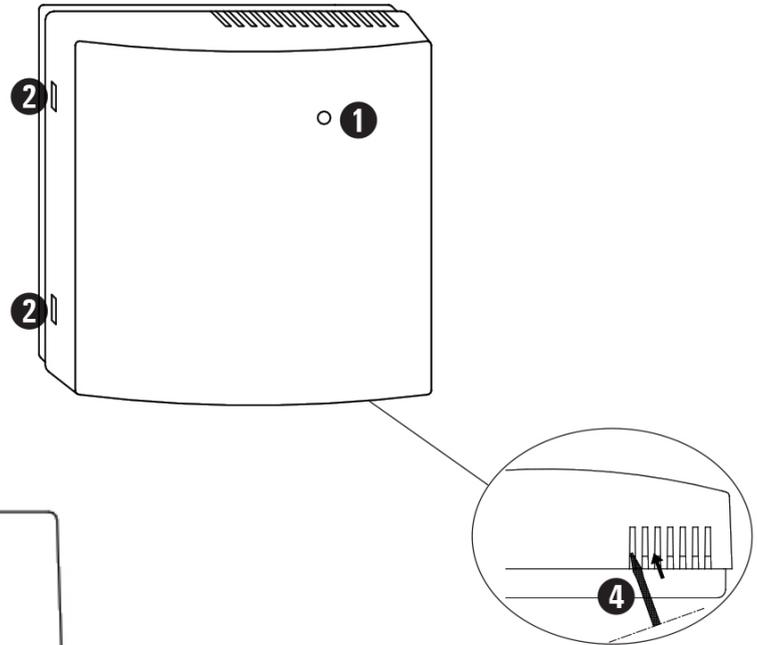
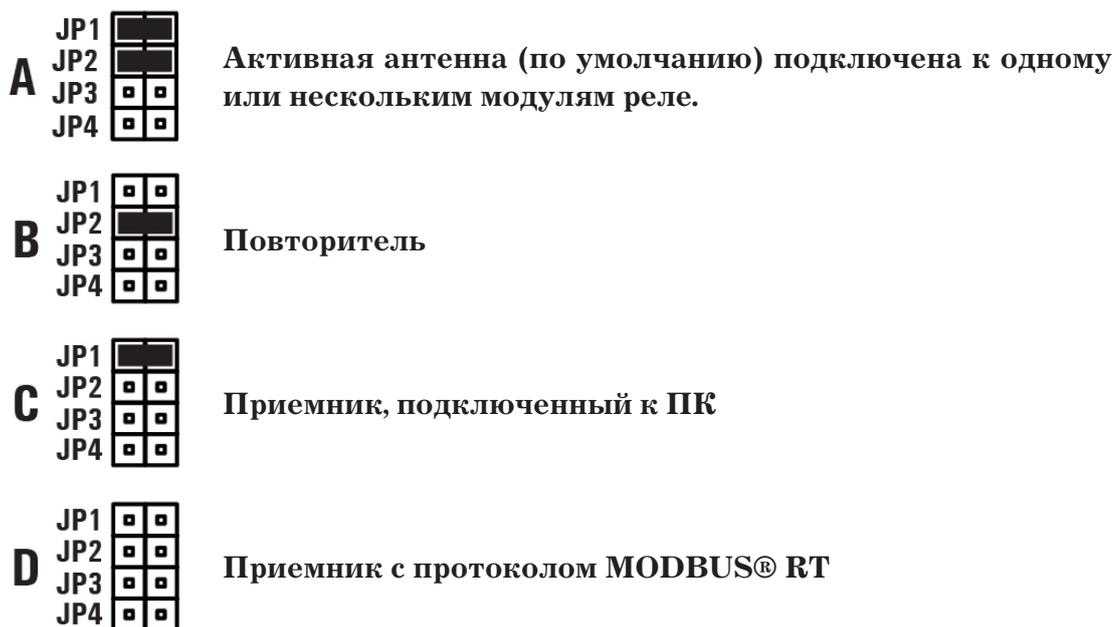

Рис. 1
Рис. 5
Если устройство используется как повторитель или приемник, оно должно быть запитано через две специальных клеммы, обозначенные 1 «-» и 2 «+» (рис. 5).
Чтобы настроить устройство для работы в качестве повторителя, удалите переключку JP1 и оставьте JP2 подсоединенной (как показано под буквой В на рис. 5); устройство работает как повторитель и больше не взаимодействует с модулями реле. В этой настройке необходимо подавать питание 12 В постоянного тока на клеммы 1 «-» и 2 «+».
- Нажмите на одну секунду клавишу самообучения, обозначенную цифрой ④ на рис. 5, таким образом активируется процедура самообучения, а светодиод ① на рис. 1 будет быстро мигать оранжевым цветом. Клавиша «самообучения» может быть активирована даже без снятия крышки с помощью маленькой отвертки через пазы на передней панели, как показано цифрой ④ на рис. 1.
Чтобы настроить устройство для работы в качестве приемника, оставьте переключку JP1 и удалите JP2 (как показано под буквой С на рис. 5); устройство работает как приемник и больше не взаимодействует с модулями реле. В этой настройке необходимо подавать питание 12 В постоянного тока на клеммы 1 «-» и 2 «+».
Чтобы настроить устройство как приемник MODBUS®, удалите оба переключки JP1 и JP2 (как показано под буквой D на рис. 5); устройство будет работать как приемник и больше не будет взаимодействовать с модулями реле. В этой настройке необходимо подавать питание 12 В постоянного тока на клеммы 1 «-» и 2 «+».
- Нажмите на одну секунду клавишу самообучения, обозначенную цифрой 4 на рис. 5, таким образом активируется процедура самообучения, а светодиод 1 на рис. 1 будет быстро мигать оранжевым цветом.